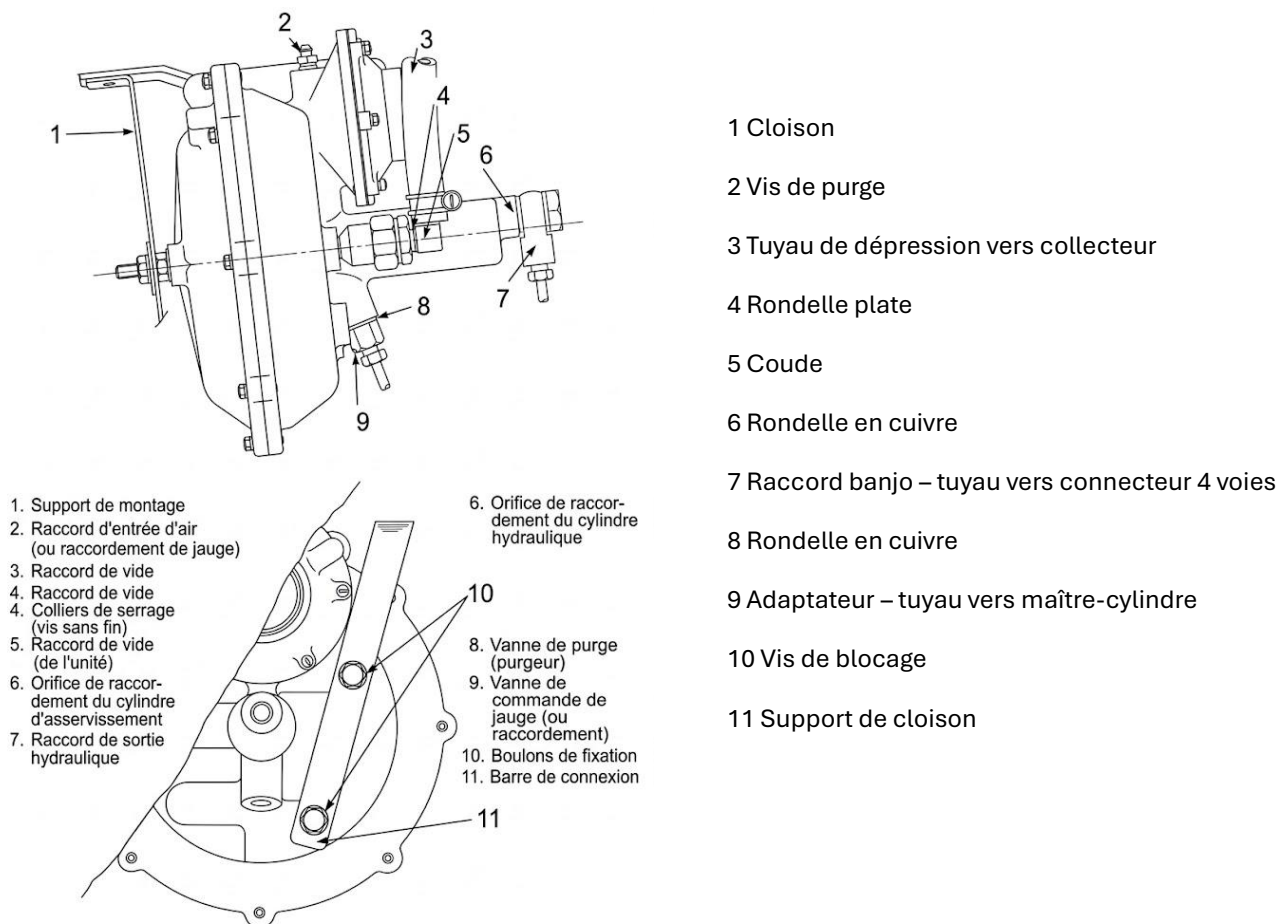

Fig. 6. Raccordements de l'unité
Montage du tuyau de dépression – Modèles conduite à droite et à gauche : Percez et taraudez le collecteur d'admission du moteur, filetage NPT (filetage conique), en haut du tube d'équilibrage, à mi-chemin entre les deux carburateurs et à un angle d'environ 45° par rapport à la verticale, en direction de l'arrière du véhicule. Si le tube d'équilibrage comporte des bossages moulés, percez et taraudez le bossage arrière incliné. Utilisez un foret taraudeur en forme de « R » et assurez-vous d'éliminer toute trace de copeaux du collecteur après cette opération. Vissez le raccord de tuyau double usage sur le collecteur et fixez le tuyau de dépression (3) (Fig. 6) sur la branche principale du raccord. Coupez le surplus de tuyau et fixez l'autre extrémité sur le coude, en sécurisant les deux extrémités avec les colliers de serrage. Obturez la branche secondaire du raccord du collecteur avec le bouchon anti-poussière en caoutchouc, sauf si nécessaire pour d'autres équipements fonctionnant à dépression. Effectuez un essai routier du véhicule.